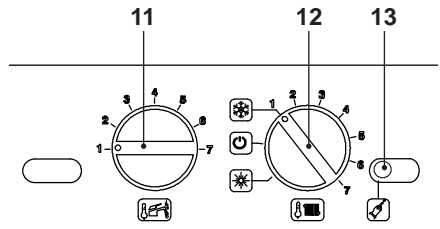
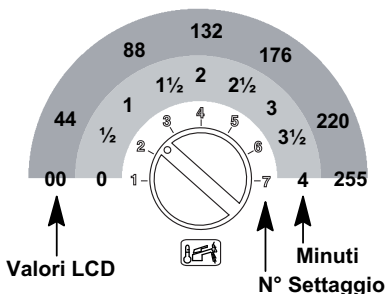

Fig. 5.47
Fig. 5.51
- Prima di alimentare elettricamente la caldaia posizionare le manopole 11 e 12 come indicato in Fig. 5.47.
- Per settare il tempo di postcircolazione della pompa bisogna entrare nella programmazione premendo per 15 secondi il pulsante di ripristino 13, in Fig. 5.47 fino alla comparsa del parametro **P01** sul display LCD; sul display LCD compare la seguente visualizzazione (la sequenza **P01** si alterna ---).
Premere il pulsante di ripristino 13 in Fig. 5.47 per lo scorrimento dei vari parametri sino al raggiungimento del parametro **P11** valido per il settaggio postcircolazione della pompa; sul display LCD compare la seguente visualizzazione (la sequenza **P11** si alterna 44).
Per cambiare il settaggio ruotare la manopola di regolazione temperatura sanitari 11 in Fig. 5.47 e posizionarla sul tempo pre-scetto Fig. 5.51.
Il passo del settaggio della manopola 11 Fig. 5.51 corrisponde a un valore letto sul display LCD di circa **44** (40 secondi) e questo valore può essere variato fino a circa **255** (4 minuti); nell'LCD la sequenza **P11** si alterna con **60**.